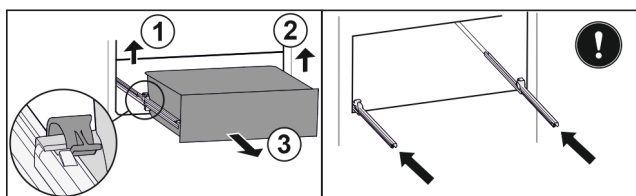

Fig. 36
- ▶ Sollevare il morsetto sinistro e allo stesso tempo tirare in avanti il cassetto sinistro. Fig. 36 (1)
- ▶ Sollevare il morsetto destro e allo stesso tempo tirare in avanti il cassetto destro. Fig. 36 (2)
- ▶ Rimuovere il cassetto tirandolo in avanti. Fig. 36 (3)